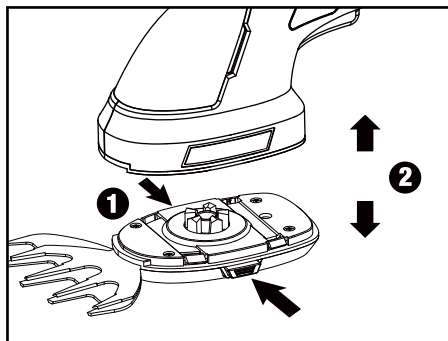

рис. 7
- Снимите платформу с ножом (9) с корпуса (Рис. 7).
- Возьмите новую платформу с ножом для стрижки кустарника (9), совместите отверстия в платформе с приводными штифтами.